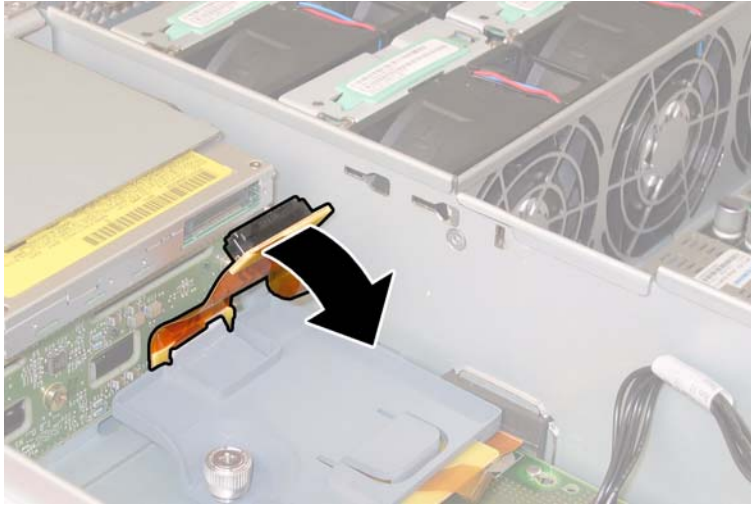

图 4-14 拔下 DVD-ROM 光盘驱动器软电缆连接器
7. 从 DVD-ROM 光盘驱动器背面断开软线缆连接器。请参见图 4-14。